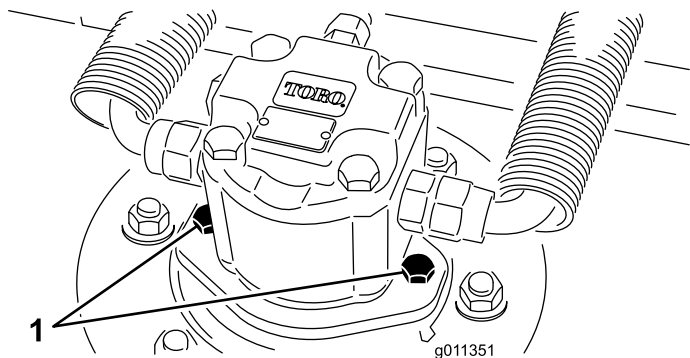

图69
1. 从刀盘中断开并取出液压马达 (图69)。盖住铰轴的顶部防止污染。
3. 将液压马达安装到刀盘上 (图69)。确保 O 形圈到位且没有受到损坏。